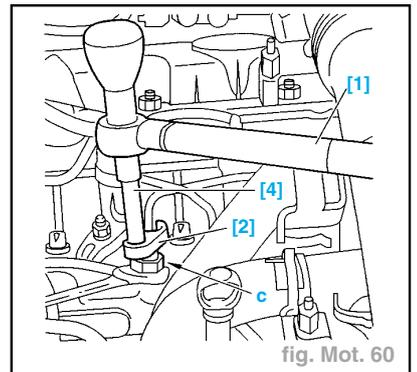

fig. Mot. 60
- Appliquer un contre-couple en "c" (fig. Mot. 60).